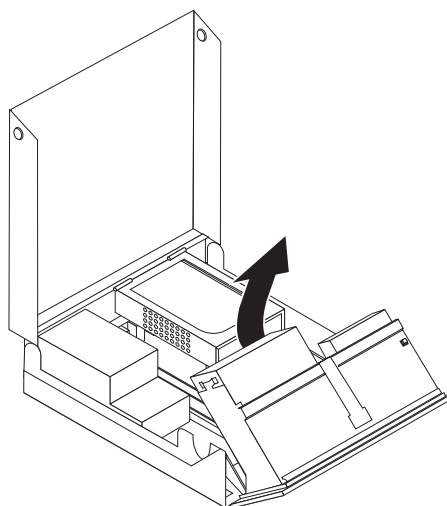

Рисунок 21. Как получить доступ к радиатору
2. Откиньте отсек дисководов, чтобы получить доступ к радиатору. Смотрите рис. 21.